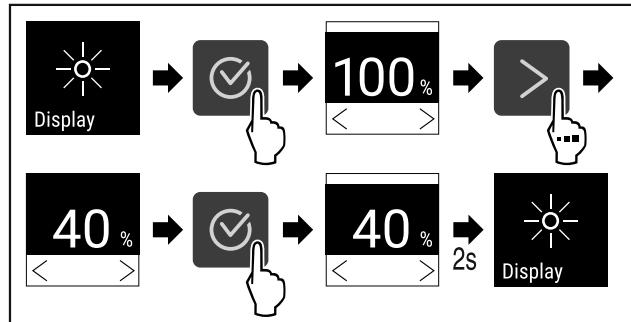

Fig. 82
- Εκτελέστε τα βήματα ενεργειών (βλέπε Fig. 82) .